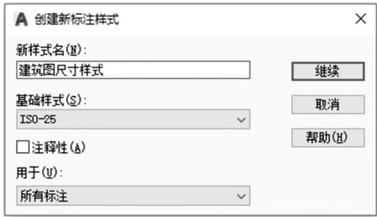

图 1-98 “创建新标注样式”对话框
- (2)单击“标注样式管理器”对话框中的 **新建(N)...** 按钮，出现“创建新标注样式”对话框，在【新样式名】文本框内输入样式名称“建筑图尺寸样式”，如图 1-98 所示。